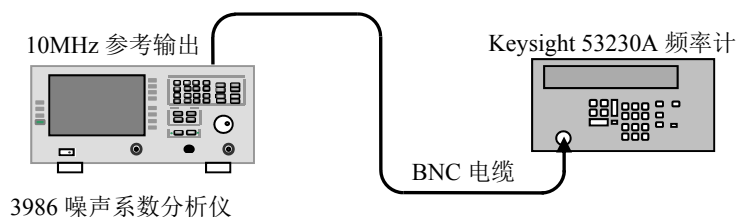

图 8.1 参考频率稳定性测试框图
- 步骤 1.** 如图 8.1 所示连接测试仪器，开机预热 30min。